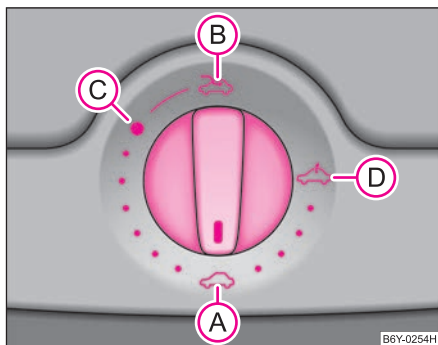

Fig. 32 Comutator rotativ pentru trapa/plafonul glisant electric
Trapa/plafonul glisant se poate deschide și închide când contactul este pus, de la comutatorul rotativ ⇒ fig. 32. Comutatorul rotativ are mai multe poziții.
- Rotiți comutatorul în poziția **C** ⇒ fig. 32.
- Rotiți comutatorul în poziția  ⇒ pagina 54, fig. 32.
Plafonul glisant este prevăzut cu protecție la suprasolicitare. Trapa se oprește și se întoarce câțiva cm., dacă întâlnește un obstacol (de ex. gheață). Puteți închide trapa fără activarea protecției la suprasolicitare apăsând comutatorul în poziția  ⇒ pagina 54, fig. 32 în față, până când trapa se închide complet ⇒ .
După fiecare acționare de urgență (cu manivela) trapa trebuie adusă în poziția de bază. De aceea trebuie să amplasați comutatorul în poziția (A) ⇒ pagina 54, fig. 32 și să îl apăsați cca. 10 secunde. ■